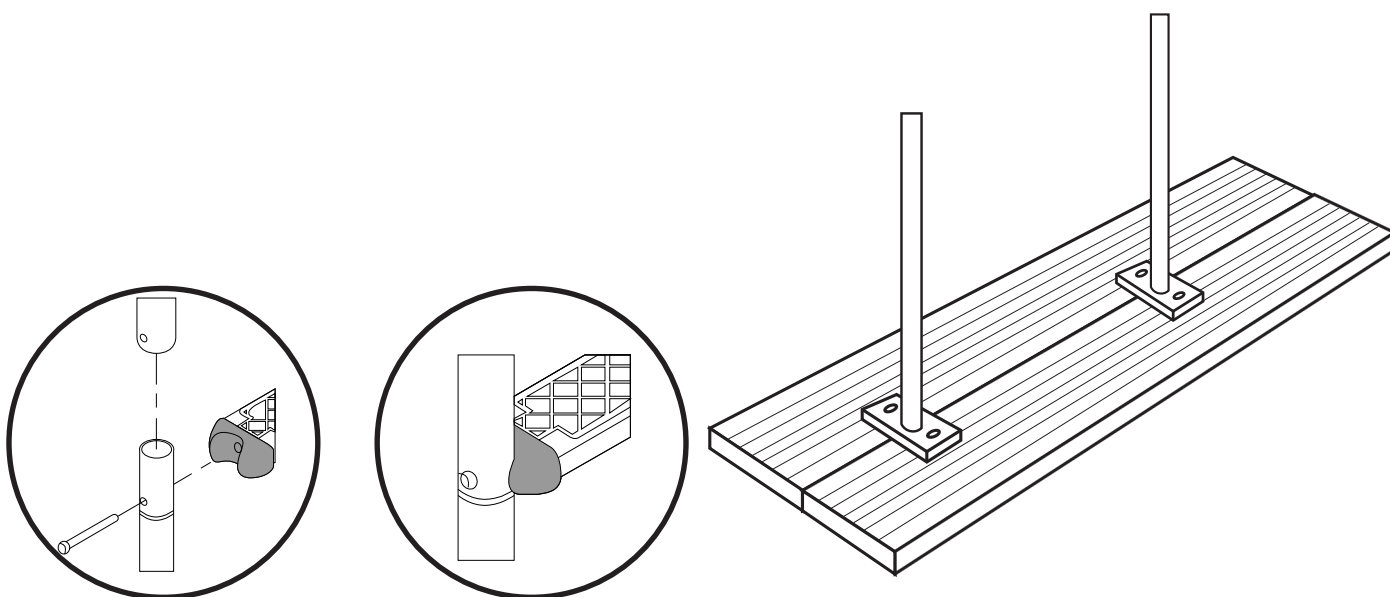

Abb. 21
- A.-** Verbinden Sie das obere (1) und das untere (10) Handlaufteil durch Einschieben. Befestigen Sie beide mit den Stufen (9) und verschrauben Sie die Stufen mit den Handläufen mithilfe der passenden Schrauben (11), Muttern (8) und Unterlegscheiben (7). (Abb.21) **B.-** Montieren Sie die Endstopfen (12) am Handlauf, um Schäden an Ihrem Pool durch die Leiter zu verhindern. **C.-** Nachdem die Leiter fertig montiert ist, stellen Sie sie ins Becken und bohren Sie vier Löcher Ø9mm unter Verwendung der Platte als Schablone. **D.-** Befestigen Sie die Gegenplatte (6) mit den Schrauben (3), Unterlegscheiben (4,7) und Muttern (8) und ziehen Sie sie mit dem Schlüssel 12-13 fest. (Abb.22) **E.-** Bringen Sie die Zierabdeckungen (2) an.